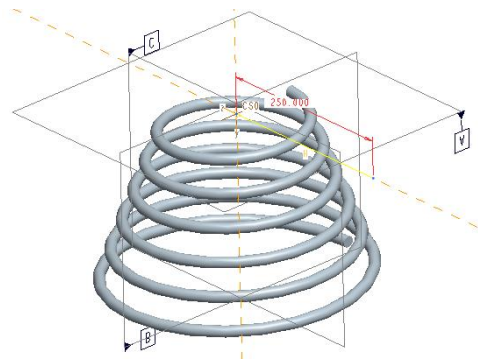

図 9-49 押し出し材料除去半径
- モデルを回転して、A 平面に半径方向の直線スケッチを 3D モデルで観察する。スケッチを終了 する図 9-49。